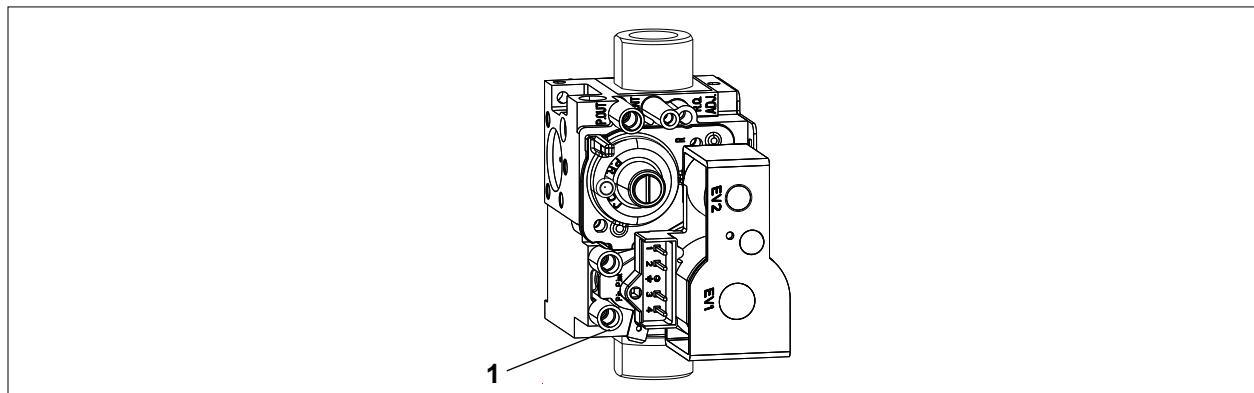

Abb. 6.1 Messnippel Gasdruck
- Verschlusschraube am Messnippel (1) (Abb. 6.1) lockern und Gaszuleitung entlüften.
- Differenzdruckmessgerät oder U-Rohr-Manometer am Messnippel (1) an „+“ anschließen. Mit „-“ gegen Atmosphäre.